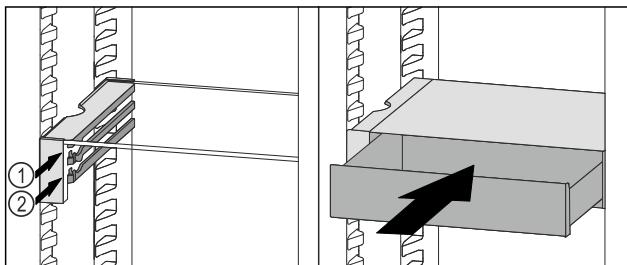

Fig. 95
- Встановити висувний ящик VarioSafe за стопорами на потрібне ребро Fig. 95 (1) або Fig. 95 (2).